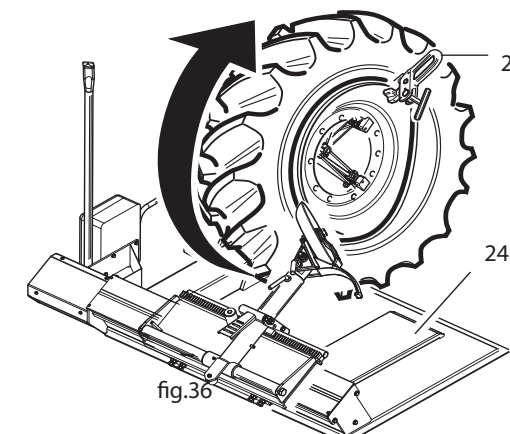

fig.36
- » Appoggiare il pneumatico sul cerchione, montare l'apposita pinza (23) (fig.36) sul bordo anteriore del cerchione e posizionare l'utensile con riferimento al filo del bordo del cerchione.
- » Introdurre la camera d'aria (tenendo presente di abbassare il mandrino) ed appoggiare la ruota sulla pedana carrello (24) (fig.36) per favorire il montaggio.
- » Posizionare di nuovo l'utensile in prossimità della valvola con l'apposito segno di riferimento al bordo del cerchione, montare la pinza (23) (fig.36) alla sinistra dell'utensile facendo girare la ruota in senso orario ed assicurandosi che il tallone sia nel canale del cerchio.
- » Place the tyre on the rim, clamp the special pincers (23, fig. 36) on the front rim flange and position the tool with reference to the edge of the rim flange.
- » Insert the inner tube (remembering to lower the spindle) and support the wheel on the trolley platform (24, fig. 36) to assist the operation.
- » Re-position the tool near to the valve with the relevant reference point on the edge of the rim. Clamp the pincers (23, fig. 36) to the left of the tool and rotate the wheel clockwise making sure that the bead is inside the rim channel.
- » Appuyer le pneu sur la jante, monter la pince (23, Fig.36) sur le bord avant de la jante et positionner l'outil avec la référence au fil du bord de la jante.
- » Introduire la chambre à air en abaissant le plateau et appuyer la roue sur la plate-forme du chariot (24, Fig. 36) pour en rendre plus facile le montage.
- » Positionner à nouveau l'outil près de la soupape selon la référence au bord de la jante, monter la pince (23, Fig.36) à gauche de l'outil en faisant tourner la roue et en s'assurant que le talon soit dans le creux de la jante.
- » Den Reifen auf den Felgen aufsetzen, die entsprechende Zange (23) (Abb. 36) am vorderen Rand des Felgens festklemmen und das Gerät auf der Höhe des Felgenreif positionieren.
- » Die Luftkammer (auf das Heruntersinken des Zapfens achten) einführen und zur Erleichterung des Montagevorgangs das Rad auf dem Fußbrett des Schlittens aufsetzen (24) (Abb. 36).
- » Das Gerät erneut in die Nähe der Düse bringen und sich dabei an das Zeichen am Felgenreif halten, die Zange an der linken Seite des Geräts anbringen (23) (Abb. 36) und gleichzeitig das Rad im Uhrzeigersinn drehen und sich versichern, daß der Wulst im Felgenkanal ist.
- » Apoyar el neumático sobre la llanta, montar las tenazas especiales (23) (Fig. 36) sobre el borde delantero de la llanta.
- » Introducir la cámara neumática recordándose bajar el mandril y apoyar la rueda sobre la plataforma con carro (24) (Fig. 36) para facilitar su montaje mismo.
- » Colocar nuevamente el utensilio acerca de la válvula con la apropiada señal de referencia al borde de la llanta, montar las tenazas (23) (Fig. 36) a la izquierda del utensilio girando la rueda en sentido horario y asegurándose de que el talón esté en el canal de la llanta.